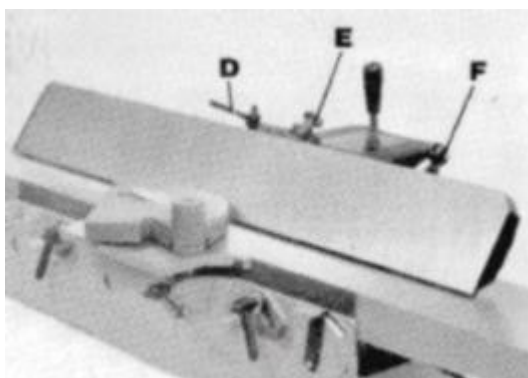

Рис. 16 Наклон ограждения вправо/влево
Для наклона ограждения вправо или влево ослабьте ручку (D), Рис. 16, вытяните и поверните штифт (E) и переместите рычаг наклона ограждения (F) для получения желаемого угла наклона; обратно затяните фиксирующую ручку (D).